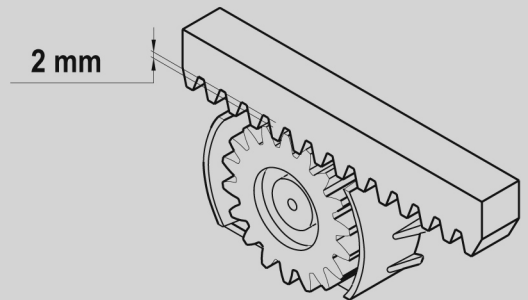

Fig. 6 / Abb.6
12. Le poids du portail ne doit jamais reposer sur le pignon. Par conséquent, contrôler qu'il y ait un jeu de 2 mm au moins entre pignon et crémaillère; pour ajuster légèrement ce jeu, se servir des 4 vis à empreinte hexagonale (fig. 6).
12. El peso de la cancela no debe cargar nunca sobre el piñón; por esto, hay que asegurarse de que entre el piñón y la cremallera queden al menos 2 mm de aire; para pequeñas regulaciones, se utilizarán los 4 tornillos de ranura hexagonal (fig. 6).
12. The gate should never weigh on the pinion, so ensure that there is at least 2 mm gap between the pinion and the rack; for fine adjustments use the 4 socket-head screws (fig. 6).
12. Das Gewicht des Tors darf den Ritzel nicht belasten; daher ist sicherzustellen, daß zwischen Ritzel und Zahnstange mindestens 2 mm Luft besteht; für kleine Anpassungen ist sich der 4 Sechskantlochschauben zu bedienen (Abb. 6).
12. Het gewicht van de poort mag nooit op het tandwiel drukken, u dient zich er dus van te verzekeren dat er tussen het tandwiel en de tandheugel minimaal 2 mm ruimte overblijft; maak voor kleine afstellingen gebruik van de 4 inbusschroeven (fig. 6).